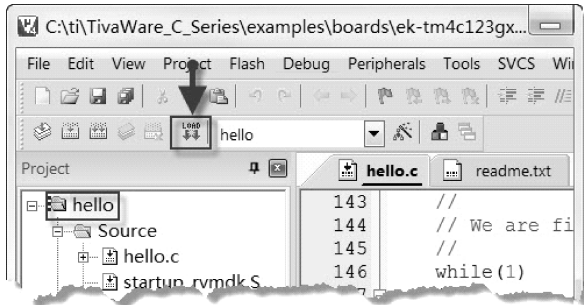

图 1-41 点击图中箭头所指图标对 .axf 文件进行编程
① 单击工具栏中的下载  图标，将对 .axf 格式文件进行编程，其过程会持续几秒，编程结果如图 1-41 所示。